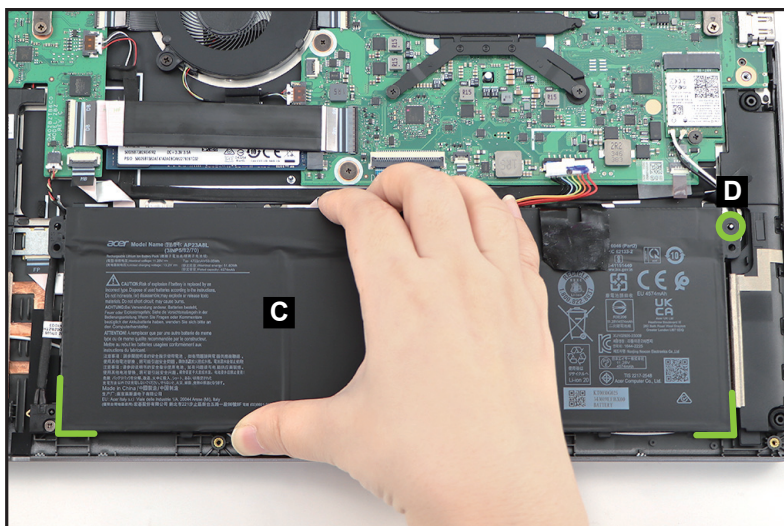

Figure 1-8. Retrait du batterie
3. Soulevez pour libérer la batterie (C) de l'axe de guidage (D) et des goujons de compartiment (surlignés par des lignes vertes) (Figure 1-8). Retirez ensuite le bloc-batterie.